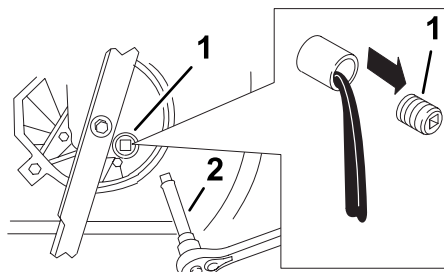

Bild 20
5. Entfernen Sie die Ölablassschraube und stellen den Rasenmäher wieder in seine Betriebsstellung. Lassen Sie dann das Öl in die Auffangwanne ablaufen (Bild 20).